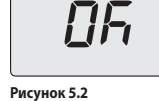

Рисунок 5.2
- Пропустите параметры, используя кнопку 4 или 5, до появления на ЖК-дисплее букв **Pr**, чередующихся с номером параметра **05**, указывая на вход в «параметр 05» (Рисунок 5.2).
- Чтобы изменить значение параметра 05, необходимо нажать 5 раз кнопку 1 (см. таблицу). На дисплее появится надпись **"SET"** (Рисунок 5.2).
- Чтобы подтвердить внесенное значение, нажмите кнопку 3 (Рисунок 3.1). На дисплее в течение 3 сек. будет видна надпись **"Ok"** (Рисунок 5.2), а затем появится список параметров.